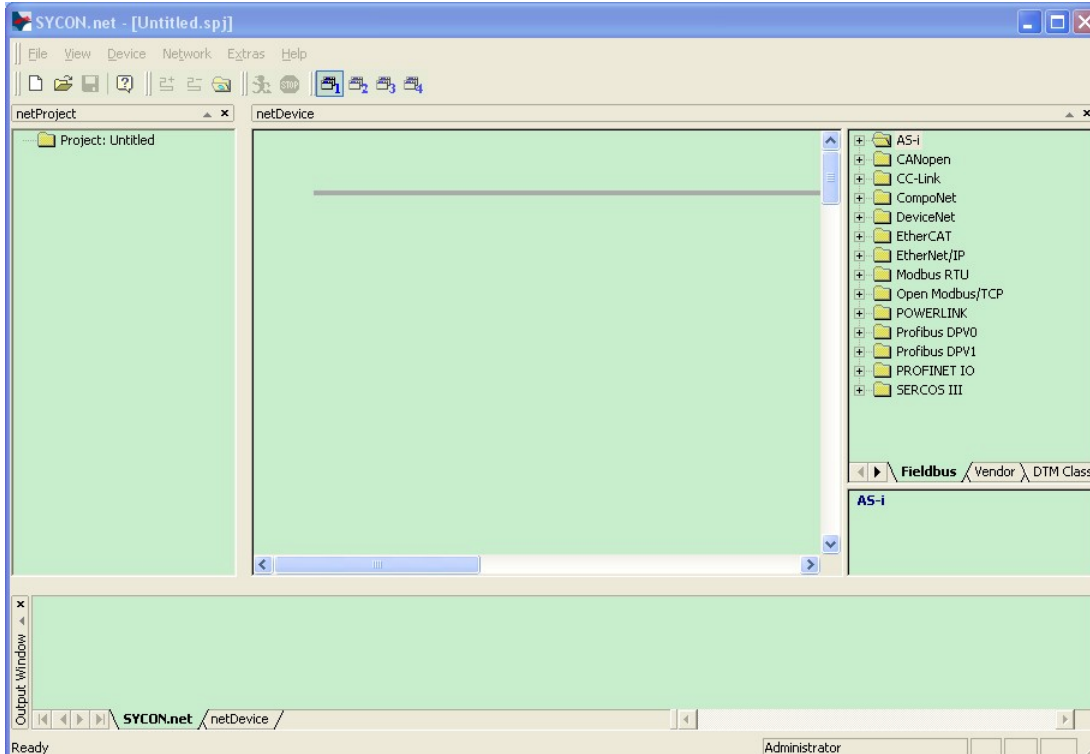

图 17
1) 打开 SYCON.net 配置软件，如图 17 所示：